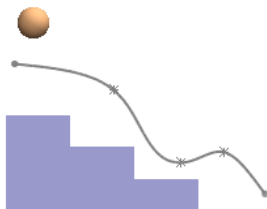

图 9.8.3 引入球
Step3. 引入球。选择下拉菜单 **插入(I)** → **零部件(Q)** → **现有零件/装配体(E)...** 命令，系统弹出“插入零部件”对话框；单击“插入零部件”对话框中的 **浏览(B)...** 按钮，在系统弹出的“打开”对话框中选取 D:\sw15\work\ch09.08\ball.SLDPRT，单击 **打开(O)** 按钮，将零件放置到图 9.8.3 所示的位置。